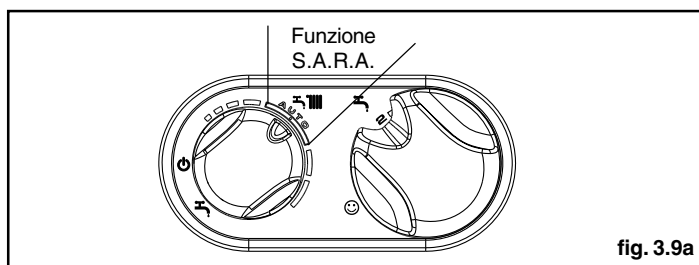

fig. 3.9a
### Funzione Sistema Automatico Regolazione Ambiente (S.A.R.A.) fig. 3.9a
- Lampeggiante veloce (frequenza 0,1 secondo acceso - 0,1 secondo spento, durata 0,5) ingresso/uscita funzione S.A.R.A. (Sistema Automatico Regolazione Ambiente) - fig. 3.9a.